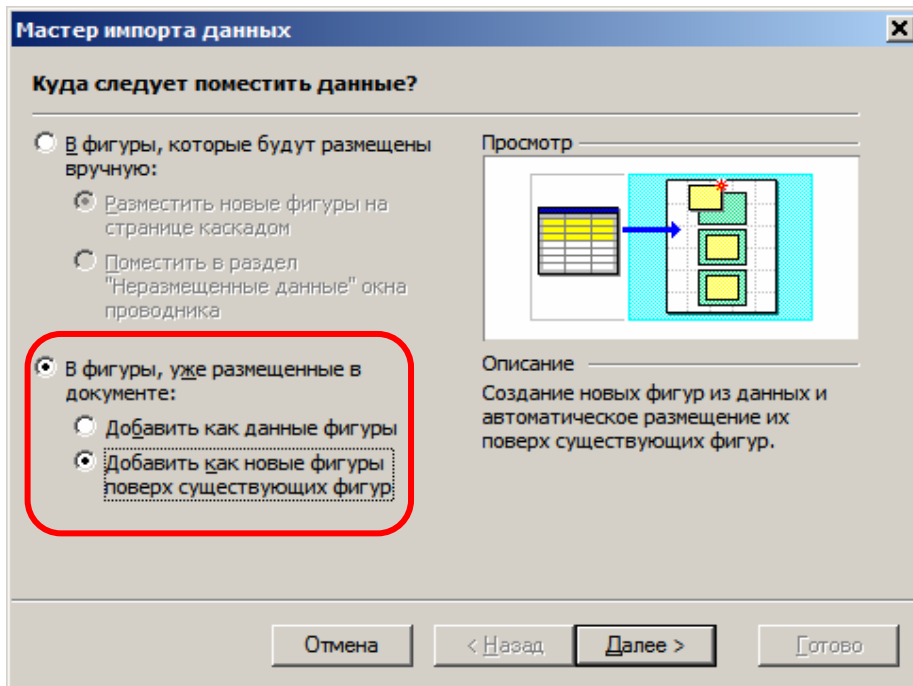

Рис. 12.31. Початок імпорту даних
- додаватимемо дані до фігур, що вже є на кресленні (поверх них) – рис. 12.31;